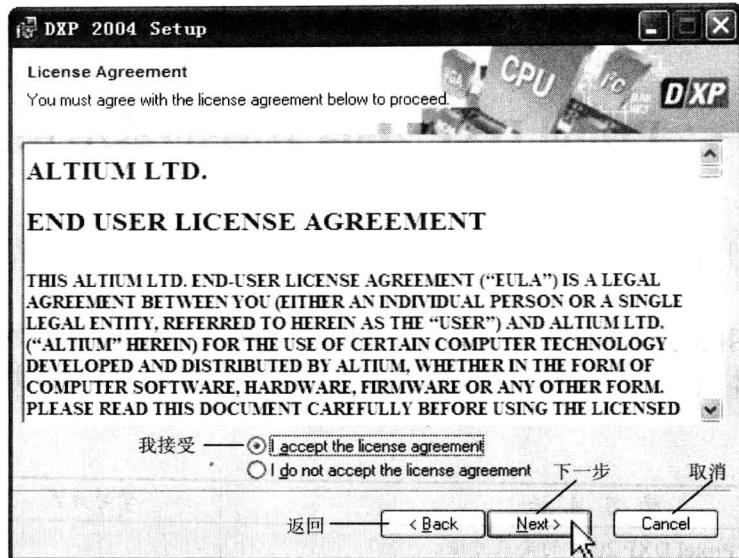
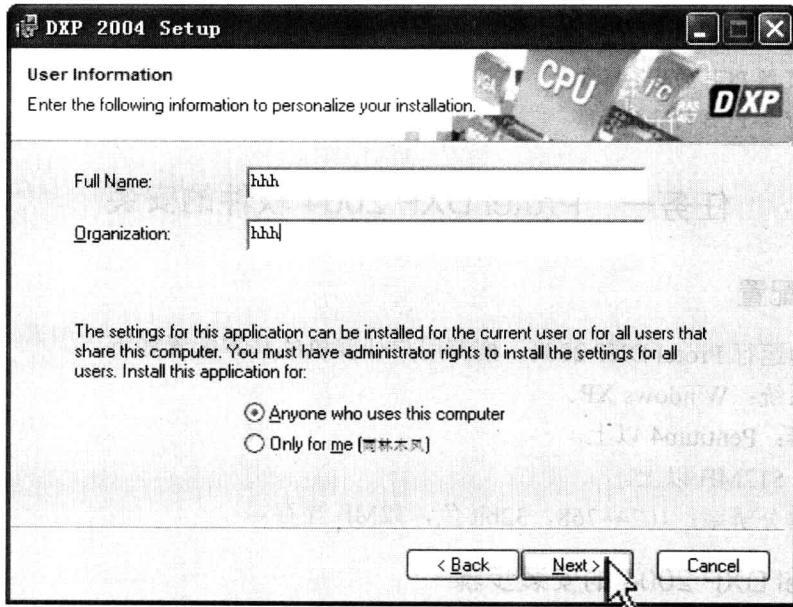

图1-1 接受软件安装许可界面
图1-2 用户权限对话框
- (1) 将 Protel_DXP_2004 光盘插入光驱。
- (2) 运行 setup\Setup.exe 文件，按照提示安装 Protel DXP 2004。当出现如图 1-1 所示的接受软件安装许可证界面时，选择 “I accept…”，再单击 “Next”，进入如图 1-2 所示的用户权限对话框。
- (3) 在图 1-2 所示的用户权限对话框中选择 “Anyone who…” 后，填用户名和单位（可以任意填），也可以选择 “Only for me”，则不需填用户名，再单击 “Next”，进入图 1-3 所示的安装路径对话框。